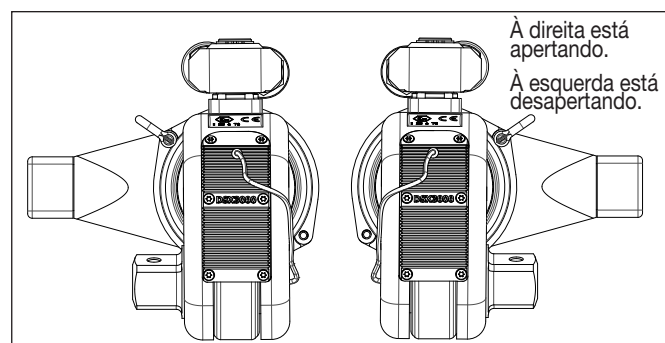

Figura 3: Posicionamento do inserto quadrado para desaperto / aperto
- Para apertar os parafusos, instale o inserto quadrado conforme ilustrado na figura 3.